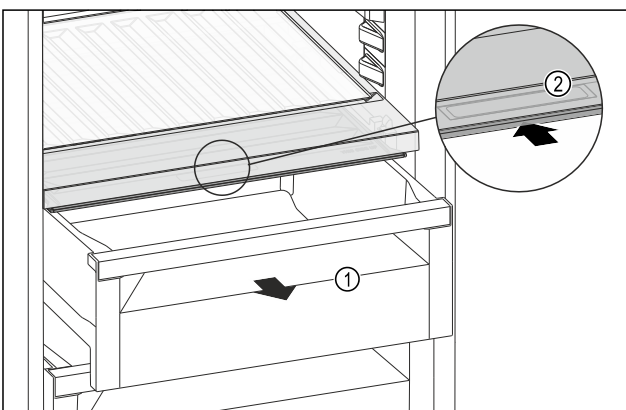

Fig. 101
- ▶ 拉出抽屉 Fig. 101 (1)。
- ▶ 抓住抽屉盖上的内嵌式拉手 Fig. 101 (2)，并同时向后推入抽屉盖。